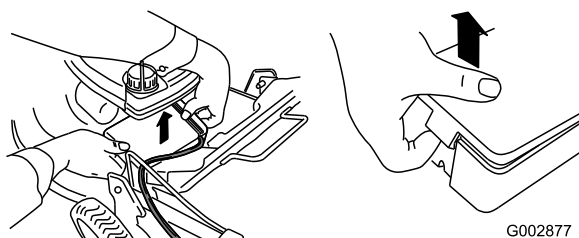

Figure 10
1. Dégagez les deux extrémités du couvercle de la batterie et déposez le couvercle(Figure 10).